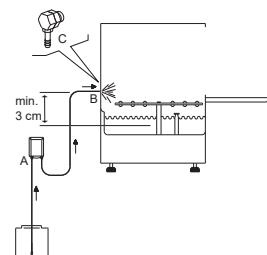

Fig. 10
b) Dans le cas contraire, percer un trou du diamètre de votre gicleur sur la partie arrière de la cuve (voir Fig. 10). Cette opération doit être effectuée par l'Assistance Technique.
d) Relier le tube d'aspiration sur le raccord d'aspiration du doseur (voir Fig. 10 point **A**).
e) Relier le tube de départ sur l'autre raccord du doseur et le raccord de départ (voir Fig. 10 point **B**).